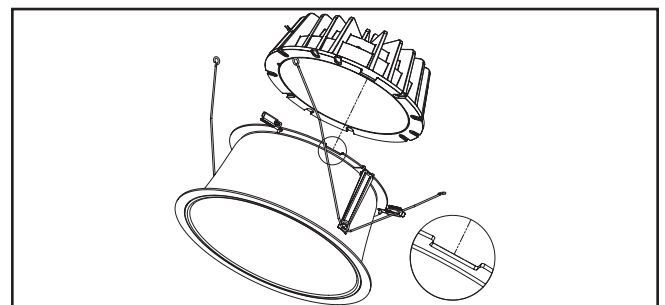

Figura 37.
4. Inserte el motor LED en la unidad de la moldura. Alinee el poste en el motor LED con la ranura de la unidad de la moldura (Figura 37).